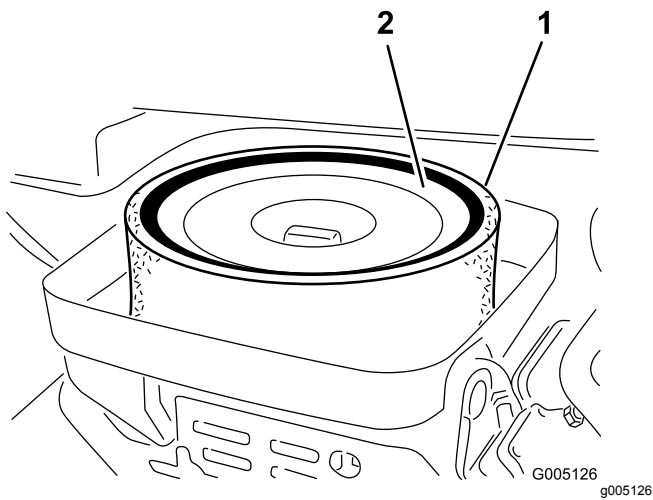

Figura 27
3. Togliete il dado ad alette che fissa gli elementi al corpo del filtro dell'aria (Figura 27).
4. Se l'elemento in schiuma sintetica è sporco, rimuovetelo dall'elemento di carta (Figura 27). Pulitelo accuratamente, come indicato di seguito: